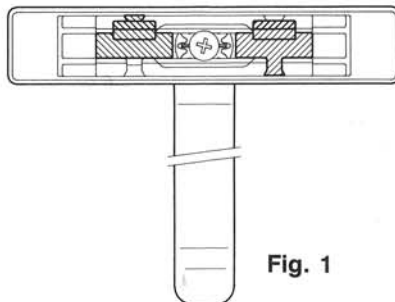
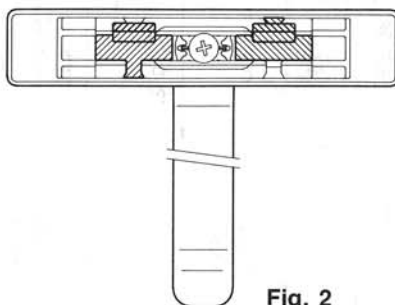

Fig. 1
Fig. 2
- Invertire gli scorrevoli (fig. 1) facendo in modo che risultino posizionati come in fig. 2
- Intervertir les doigts (fig. 1) et les positionner comme le montre la figure 2
- Invert the sliders (fig. 1) so that they are positioned as shown in fig. 2
- Invertir las guías de deslizamiento (fig. 1) de manera que pasen a encontrarse en la posición ilustrada por la figura 2